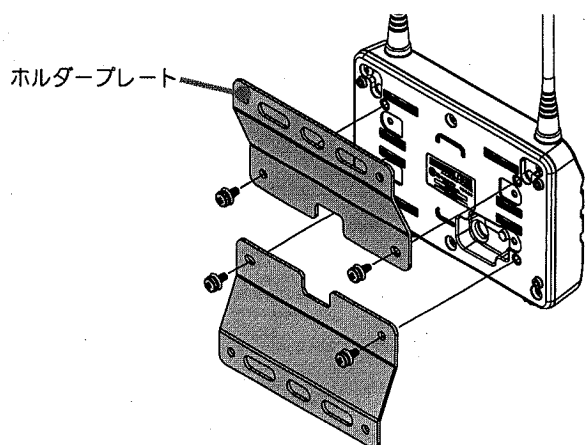

図 1
- ① 中継器の背面に 2 つのホルダープレートに付属のネジ（ナベコネジ HSM5×10SUS）で取り付ける（図 1 参照）